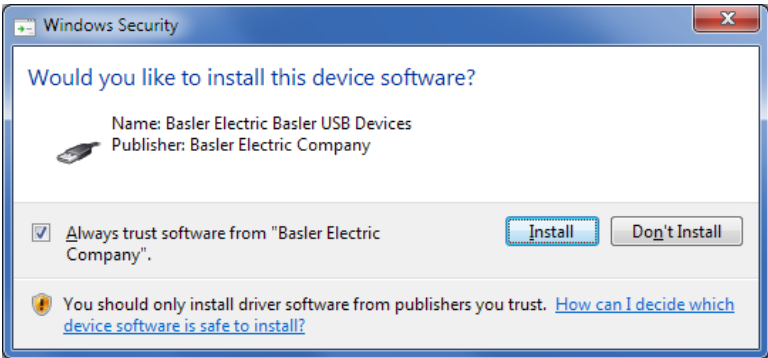

Figure 9-6. Sécurité Windows
Étape 6 : Lorsqu'une fenêtre de sécurité Windows (Figure 9-6) apparaît, cliquez sur Installer.